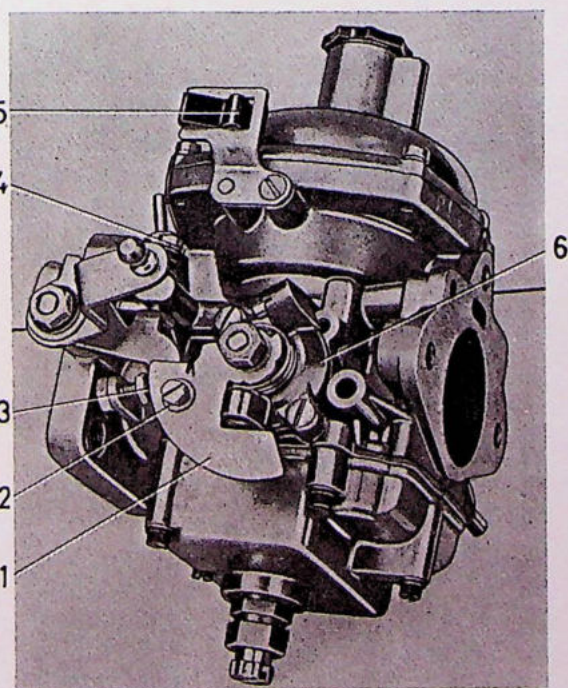
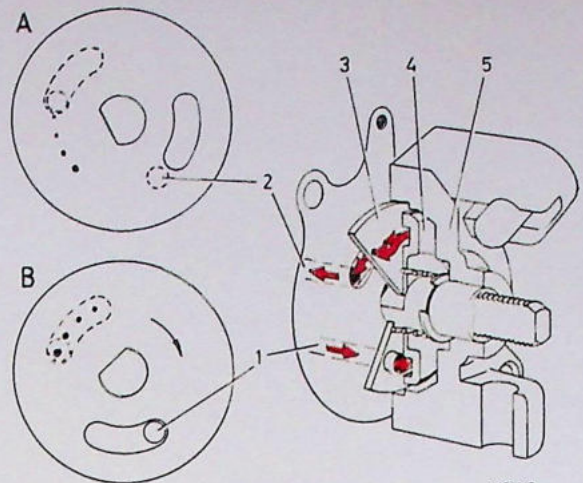

Fig. 2-63. Karburateur, Stromberg, van achteren gezien
Fig. 2-65. Koud-startinrichting
Om het starten bij koud weer te vergemakkelijken is de karburateur voorzien van een koud-startinrichting (Fig. 2-65, 2-66 en 2-67).
De koud-startinrichting bestaat uit een schijfklep (3, Fig. 2-65), die is voorzien van vier gekalibreerde gaten en een sleufgat, alsmede van een schijf (4) die voorzien van een rondlopend kanaal en gemonteerd is op een as, die door de choke knop wordt bediend.
Op dezelfde as, buiten het deksel (5), bevindt zich een choke kam (1, Fig. 2-63), voorzien van een bevestiging voor de trekdraad van de choke knop. Als de koud-startinrichting ingeschakeld is, draait de schijfklep en dit verbindt het kanaal (1, Fig. 2-65) van de vlotterkamer via één of meer van de gekalibreerde gaten met het kanaal achter de schijfklep en de opening naar het kanaal (2), dat in de venturi tussen de vacuümplunjer en de smookklep uitkomt.
klep werkt, wordt de smookklep door middel van de snel-stationair stopschroef (3, Fig. 2-63) en de kam geopend, voordat één van de gekalibreerde gaten de toevoer uit het benzinekanaal opent. Daarom kan de bestuurder zo nodig tijdens de opwarmperiode het stationaire toerental verhogen.